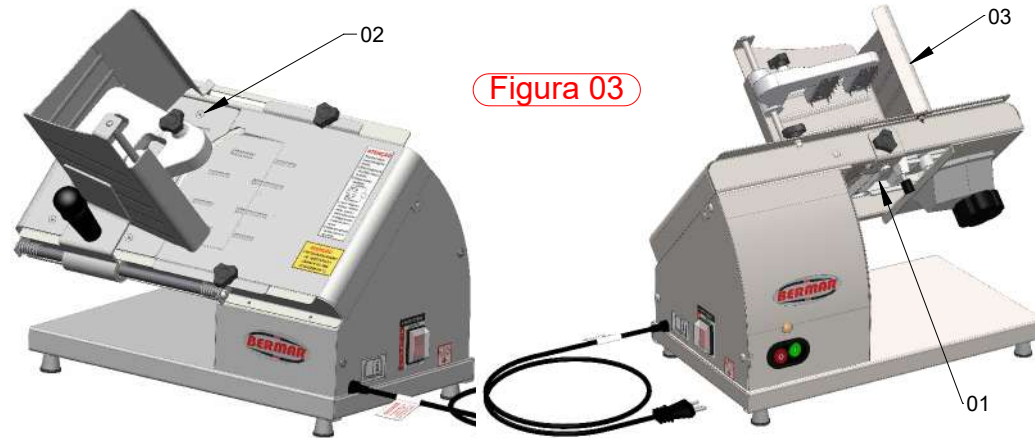

Figura 03
Posicione o Carrinho (Item 03, figura 03) sobre a Mesa do cortador (Item 02, figura 03).
2.4.1 Ligue a máquina e desligue imediatamente, quando o lâmina estiver girando devagar encoste o rebolo (Item 01, figura 03), para afiar a lâmina.